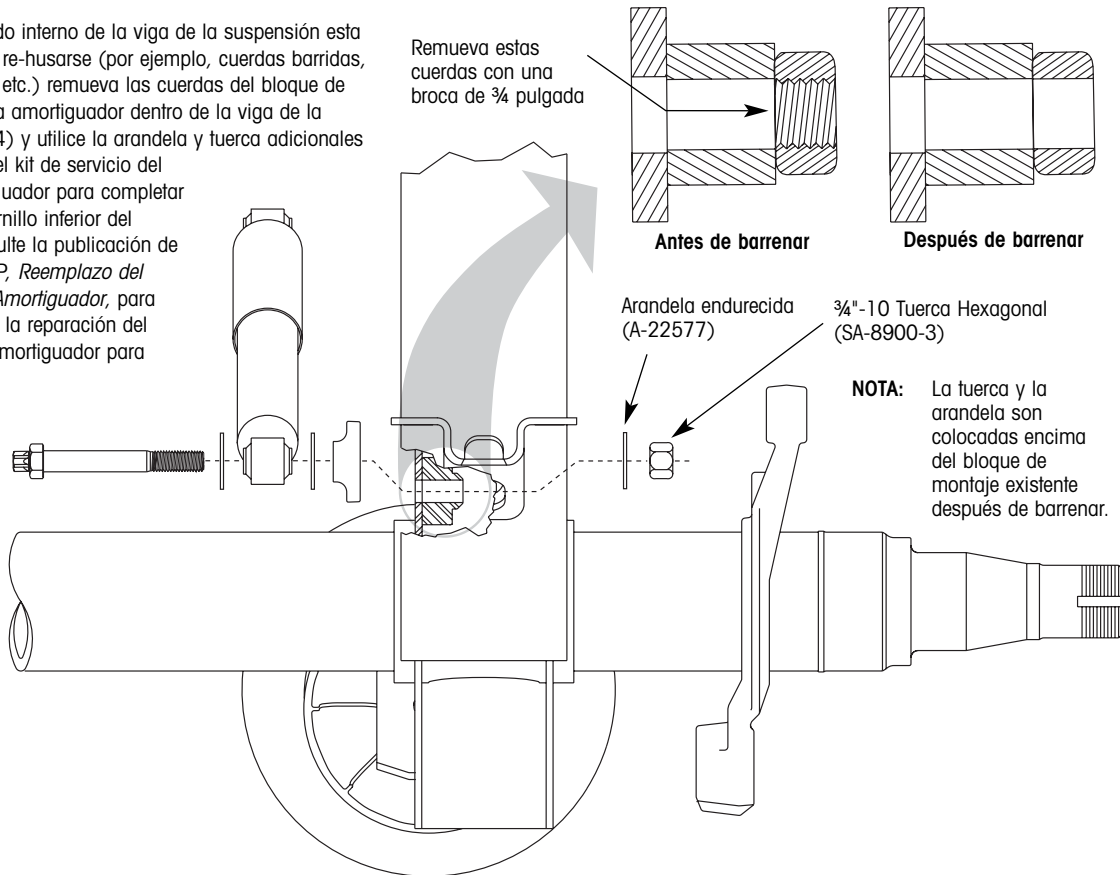

Figura 4. Ensamble de tornillería para cuerda dañada
Si la tuerca en el lado interno de la viga de la suspensión esta dañada o no puede re-husarse (por ejemplo, cuerdas barridas, tuercas fracturadas, etc.) remueva las cuerdas del bloque de montaje inferior para amortiguador dentro de la viga de la suspensión (figura 4) y utilice la arandela y tuerca adicionales proporcionadas en el kit de servicio del tornillo para amortiguador para completar la instalación del tornillo inferior del amortiguador. Consulte la publicación de Hendrickson L724SP, *Reemplazo del Tornillo Inferior del Amortiguador*, para mayores detalles de la reparación del soporte inferior de amortiguador para modelos AAT y AANT o contacte al departamento de Servicios Técnicos de Hendrickson al tel. (81) 8288-1300 en México, para mayores detalles de reparación del soporte inferior de amortiguador para modelos AAL-, AAEDL-, AAEDT- y AANLS-.